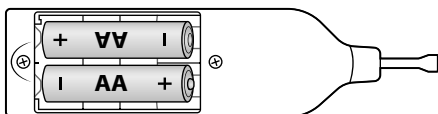

Fig. 1
- ◆ Introduza as duas pilhas, como identificado no compartimento para pilhas **4**, no derretedor de cera **1** (ver fig. 1).